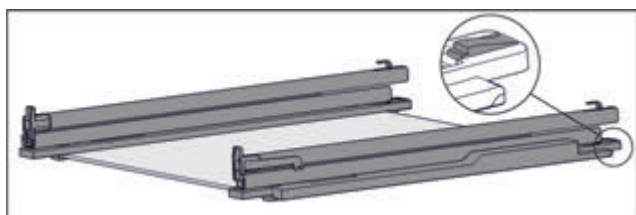

Fig. 105 Скляна пластина з рейками та деталями для підтримки
- ▶ Деталь для підтримки натиснути вниз (див. Fig. 105) і одночасно посунути рейку назад.